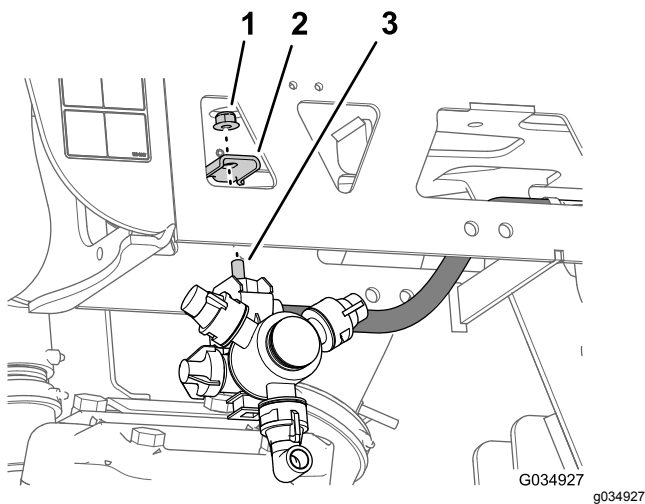

Figura 82
6. Ripetete i passaggi da 2 a 7 per il flessibile e il gruppo dell'ugello sull'altra trave esterna (Figura 79 e Figura 82).
1. Allineate il bullone a testa esagonale (5/16" x 3/4") dell'ugello dell'irroratrice attraverso il foro nel supporto dell'ugello (Figura 82) e fissate senza serrare l'ugello al supporto con il dado di bloccaggio flangiato (5/16") rimosso nei passaggi 1 o 4 di 12 Rimozione dei flessibili degli ugelli dell'irroratrice per il sistema a 3 sezioni \(pagina 34\).